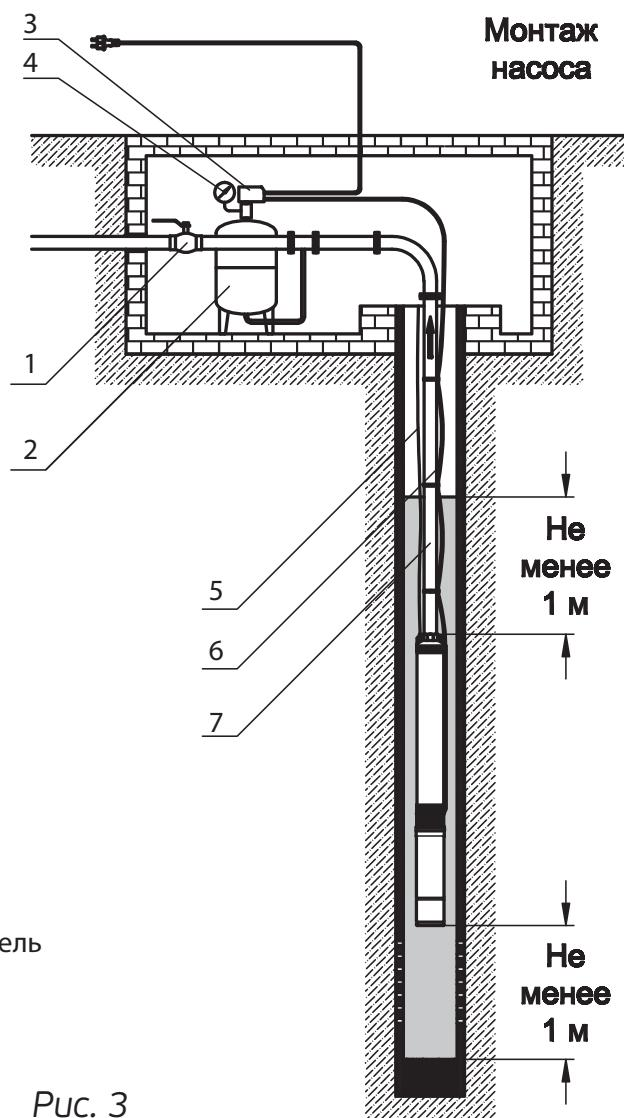

Рис. 3
- Вертикальная установка – 1м, рис. 3.
Минимальное расстояние от дна – 1м, рис.3.
Необходимо страховать насос с помощью стального троса, рис.3. Стальной трос должен быть ослаблен настолько, чтобы он был не нагружен. После этого он должен быть закреплен в верхней части скважины с помощью специальных зажимов. При выборе троса необходимо учитывать вес подвесного оборудования.